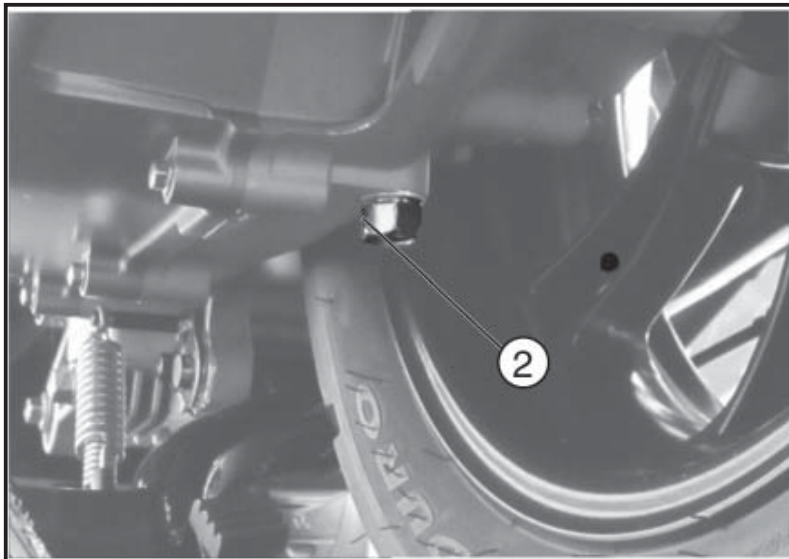

Fig. 02
- Atornille el tornillo «2 - Fig. 02» e introduzca mediante una jeringa el aceite nuevo del tipo aconsejado por el orificio de entrada hasta alcanzar el nivel correcto.